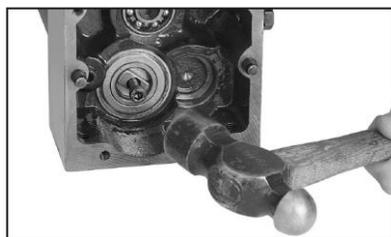

Рис. 29 Снятие ножевого вала
26. Поддерживая коробку скоростей, снимите ножевой вал, постукивая по винту или болту молотком, как показано на Рис. 29. Также может возникнуть необходимость постукивать по задней части коробки скоростей резиновым молотком или киянкой.